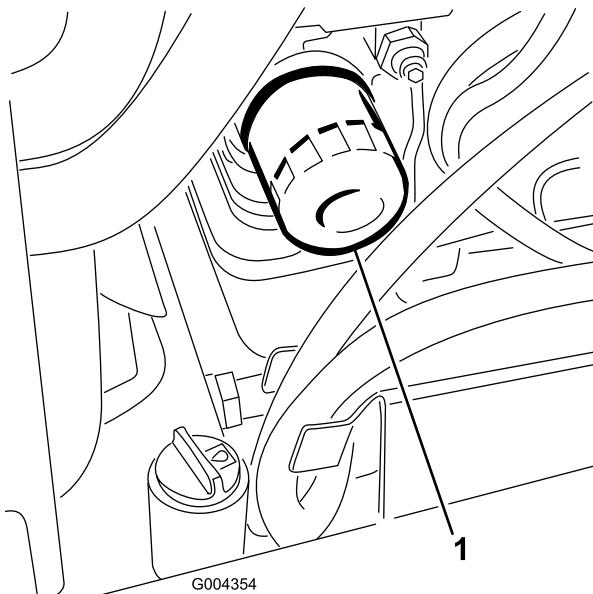

Bild 36
- Entfernen Sie den Altfilter (Bild 36) und wischen Sie die Dichtfläche am Anbaustutzen ab.